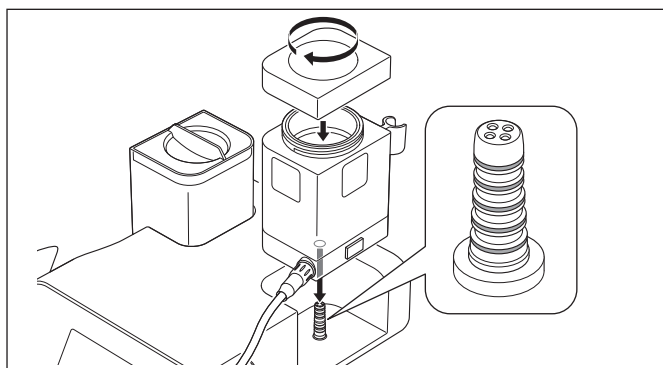
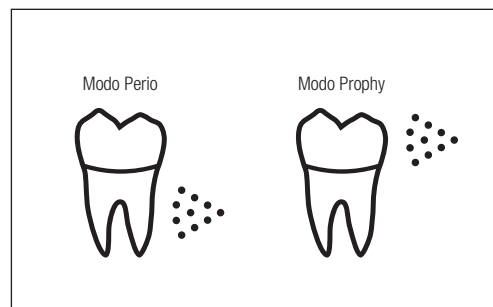

Fig. 24
Fig. 25
- 2) Feche a tampa da câmara firmemente até que ela se encaixa completamente na câmara, e inserir a câmara direto para a unidade de controle (Fig. 24). O tipo de câmara introduzido é apresentado no painel LCD como um dos ícones seguintes (Fig. 25).
- Antes de introduzir a câmara na unidade de controle, certifique-se de que os anéis vedantes do conector na base da câmara não estão danificados ou gastos (Fig. 24). Os danos/desgaste podem resultar em mau funcionamento ou falhas.